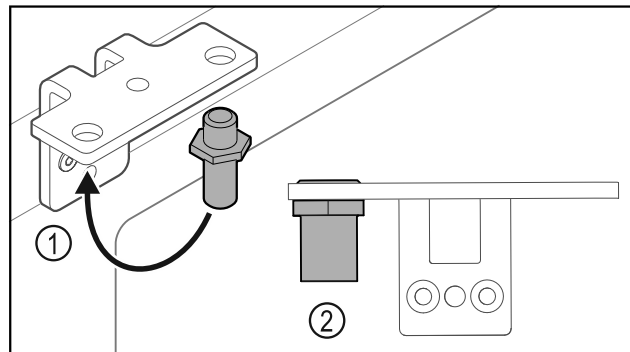

Fig. 27
- Spostare il perno Fig. 27 (1) nella cerniera angolare.
- Serrare il perno Fig. 27 (2) con una **coppia di 12 Nm**.